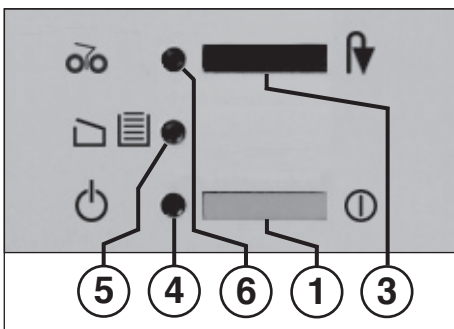

Рис. 1
- 1 = Переключатель (рис. 1)**
- 3 = Переключатель (Рис. 1)**
- 4 = Контрольная лампочка (рис. 1)**
- 5 = Контрольная лампочка (рис. 1)**
- 6 = Контрольная лампочка (рис. 1)**
- Включите машинку с помощью переключателя (1) (рис. 1). Загорается контрольная лампочка (4) (рис. 1).
При заполнении бумаг сборника прибор отключается. Контрольный индикатор "Корзина заполнена" / "Дверца открыта" (5) (Рис. 1) **мигает**. При засорении режущего механизма загорается одновременно контрольный индикатор "Засор" / "Стоп" (6). Прогоните опорожнение приемного мешка следующим образом:
- Задгиньте гыдгижную раму гместе с мешком гнурь измельчителя и закройте дгерцу. Контрольный индикатор (5) (рис. 1) гаснет.
- Нажмите переключатель "Реверс" / "Стоп" (3). Режущий механизм измельчает остатки бумаги во входном отверстии и отключается. Контрольный индикатор (6) гаснет. После этого можно продолжить резку бумаги.
- Загорается контрольный индикатор (6) (рис. 1).
- Нажмите и **удерживайте** кнопку переключателя "Реверс" / "Стоп" (3), удалите бумагу, выходящую при этом из входного отверстия прибора.
- После удаления бумаги режущий механизм начинает вращение вперёд и измельчает остатки во входном отверстии, а затем отключается. Контрольный индикатор (6) (Рис. 1) гаснет.
если происходит перегрузка двигателя, то он отключается. Выключите прибор с помощью переключателя (1) (рис. 1).